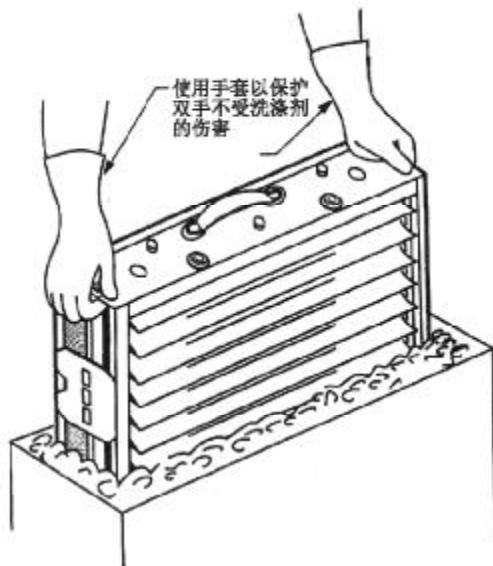

图7
3. 洗涤剂完全溶解后，放置电子单元在容器中，浸泡大约15分钟，上下搅动数次后拿出。见图7。